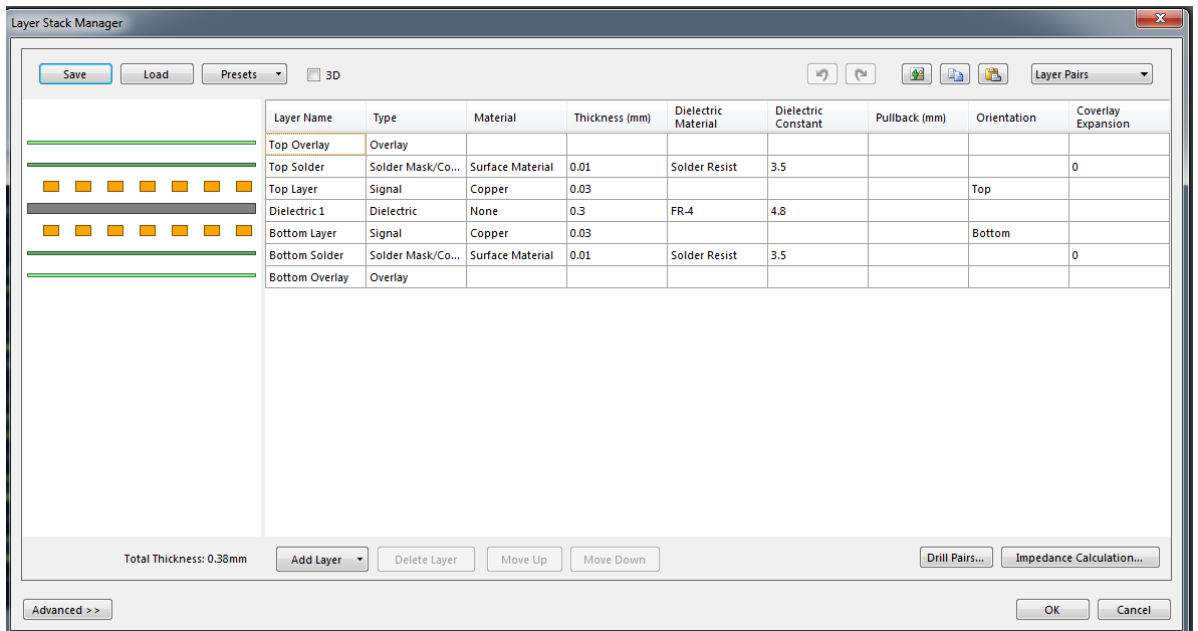

Рис. 5.2
3) Натисніть правою кнопкою миші на робочому просторі та виконайте команду **Options-Layer Stack Manager**. У вікні, що відкрилося, встановіть налаштування, такі як зображено на рис. 5.2, та натисніть **ОК**.